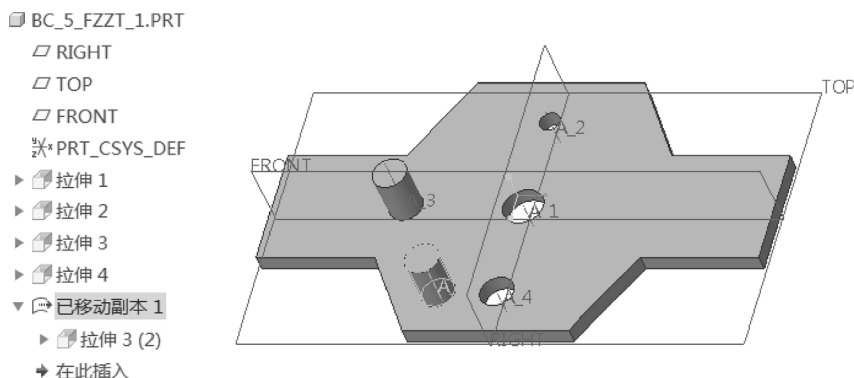

图 5-14 选择性粘贴（旋转变换）的效果
6) 在“移动(复制)”选项卡中单击 (完成) 按钮, 完成选择性粘贴操作, 得到的模型效果如图 5-14 所示。